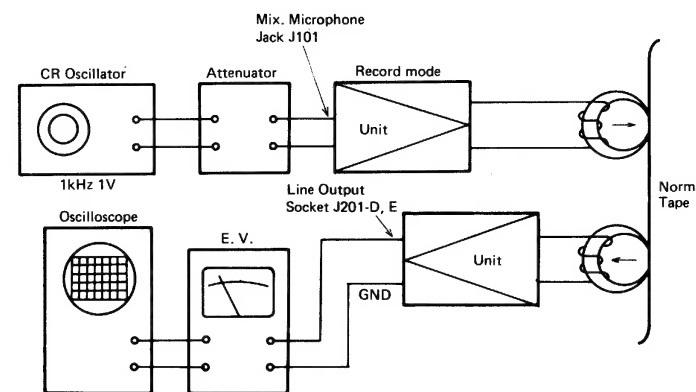

Figure 11-3
1. Connect instruments as shown in Fig. 11-3.
1. Die Instrumente gemäß Abb. 11-3 anschließen.
⑦
1. Brancher les instruments comme le montre la Fig. 11-3.